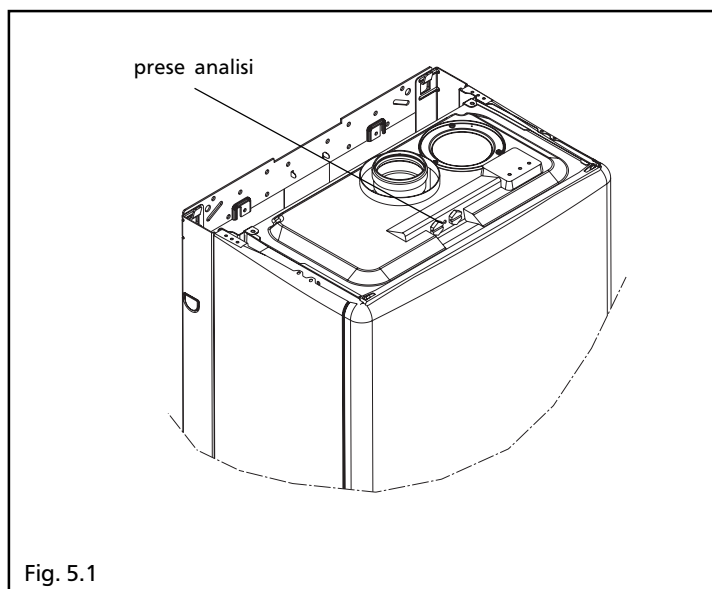

Fig. 5.1
- agire con strumenti appropriati sulle prese posizionate sulla cassa aria (fig. 5.1).